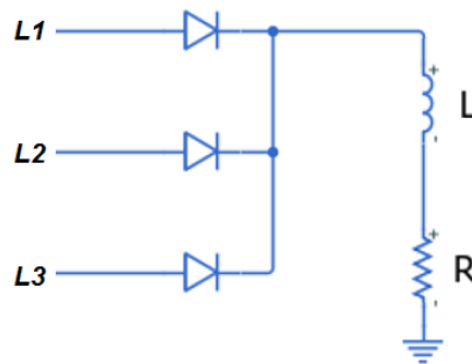

Figura 2
2. El rectificador trifásico de media onda de la figura 2, se alimenta con $V_L=611V\sin(100\pi t)$. defina la señal de salida entre $-T_o/2$ y $T_o/2$, para la obtener los términos de la serie de Fourier. Calcule: a_0 , a_1 , b_1 , a_n y b_n Mediante integración de las funciones de la serie. Dibuje las señales de v_o e i_o resultantes. (anexe el código usado y las gráficas resultantes. Calcular las tensiones y corrientes rms. Las potencias P , P_{dc} , I_d , I_L , S , f_p , η y los FR. Realizar la simulación, verificar los resultados, calcular los parámetros no medidos y calcular los errores de todos los valores medidos respecto a los simulados.